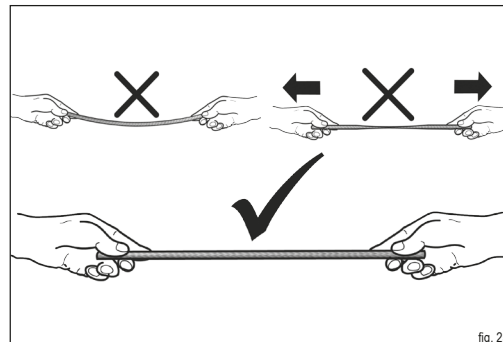

fig. 25
- ▶ Mentre si posa la guarnizione assicurarsi che non penzoli, né sia pressata leggermente (fig. 25).